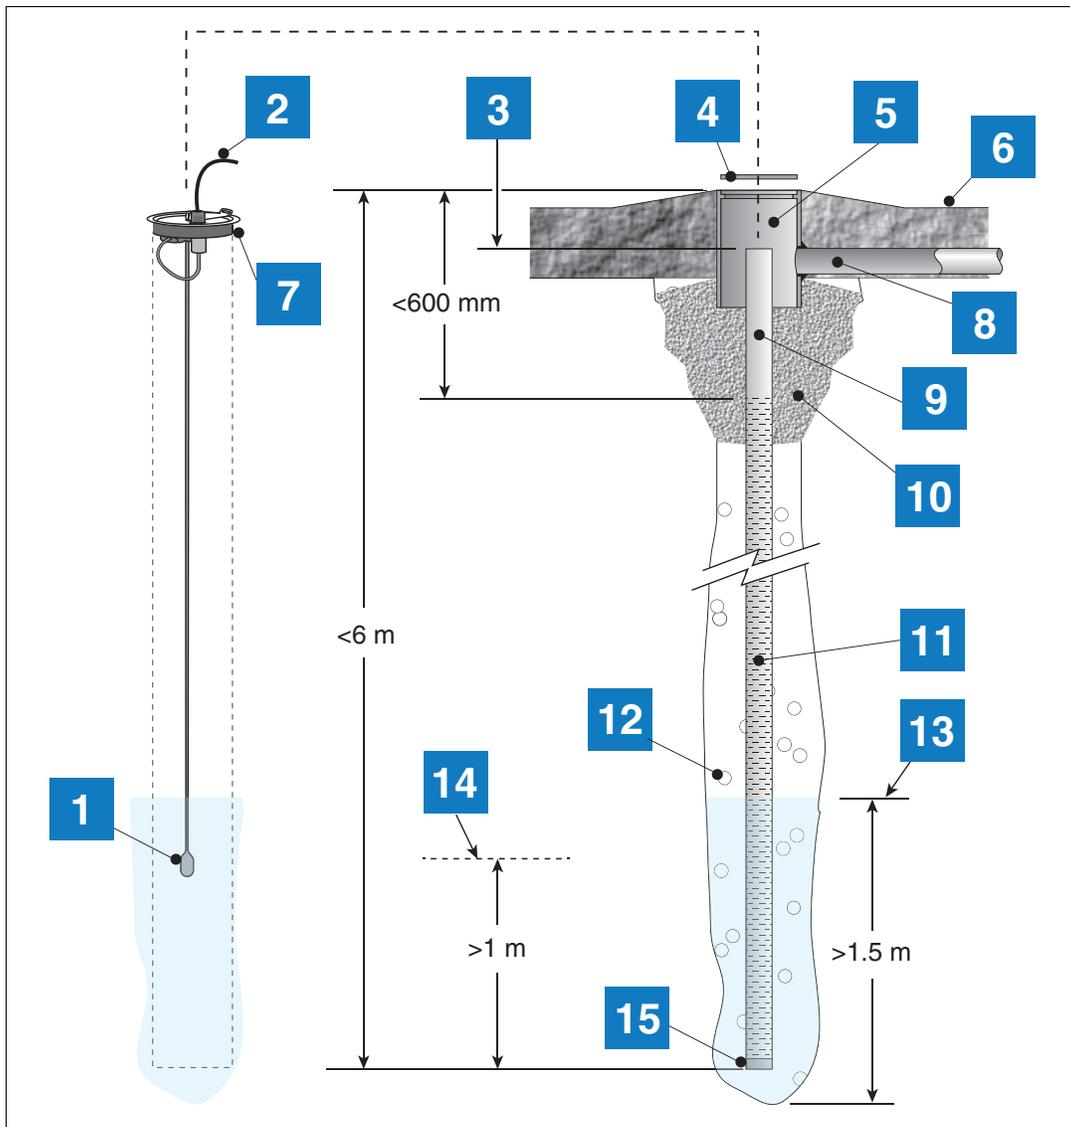

Figura 23. Sección transversal: ejemplo de instalación de un sensor de agua freática
La Figura 23 muestra un ejemplo de instalación de un sensor de agua freática (números de formulario 794380-62X).
La Figura 23 muestra un ejemplo de instalación de un sensor de vapor (números de formulario 794380-70X).
**LEYENDA PARA LOS CUADROS NUMERADOS DE LA Figura 23**